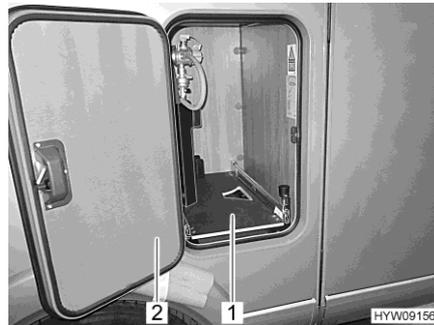

Fig. 91 Dispositivo de extracción de caja para bombonas de gas
- Abrir la trampilla (Fig. 91,2) de la caja para bombonas de gas.
- Extraer el dispositivo de extracción de caja para bombonas de gas (Fig. 91,1) hasta que el pomo vuelva a engatillar. Ahora, el dispositivo de extracción de caja para bombonas de gas estará engatillado en esta posición.